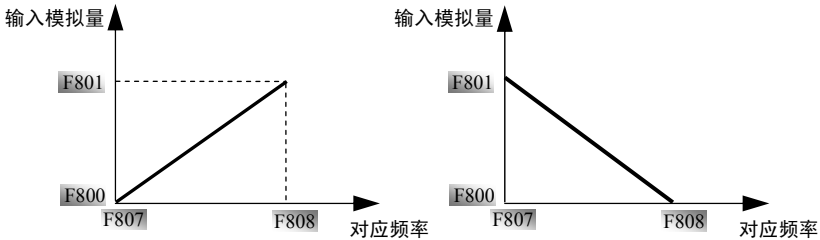

图 5-12 模拟量调节变化的比例模式
- F807、F808 的设定值决定了模拟量调节变化的比例模式，如图 5-12 所示：